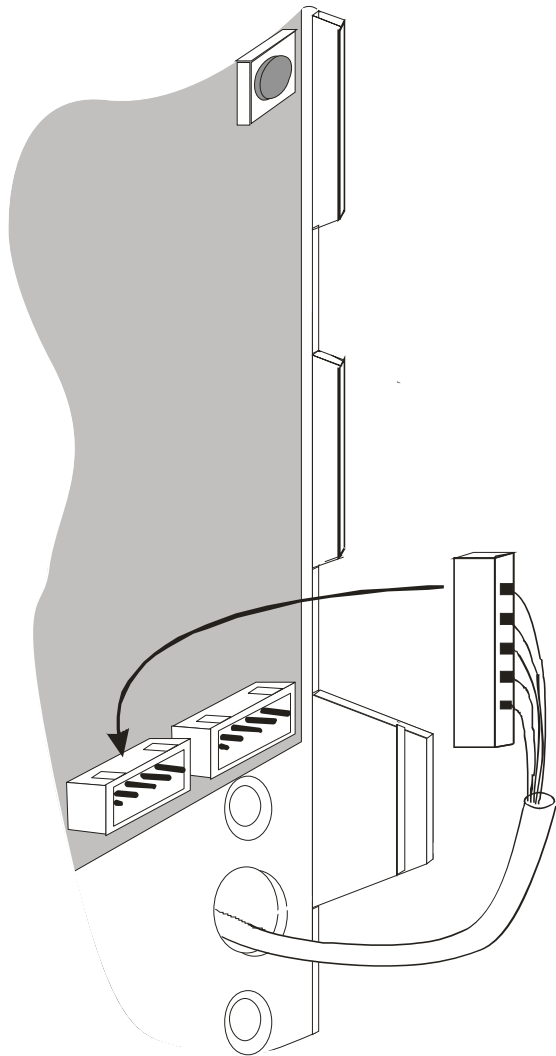

Рис. 13
6.1.7. Пинцетом или при помощи отвёртки, извлеките кабель из паза (для доступа к отверстию крепления замка рис. 13). Закрепите винтами М5х35 корпус замка на двери, предварительно сняв крышку и установив на замке режим "OPEN". Уложите кабель от разъёма ХЗ на место.
6.1.16. Соедините разъём кабеля от ручки набора кода с соответствующим разъёмом платы управления (рис. 13).